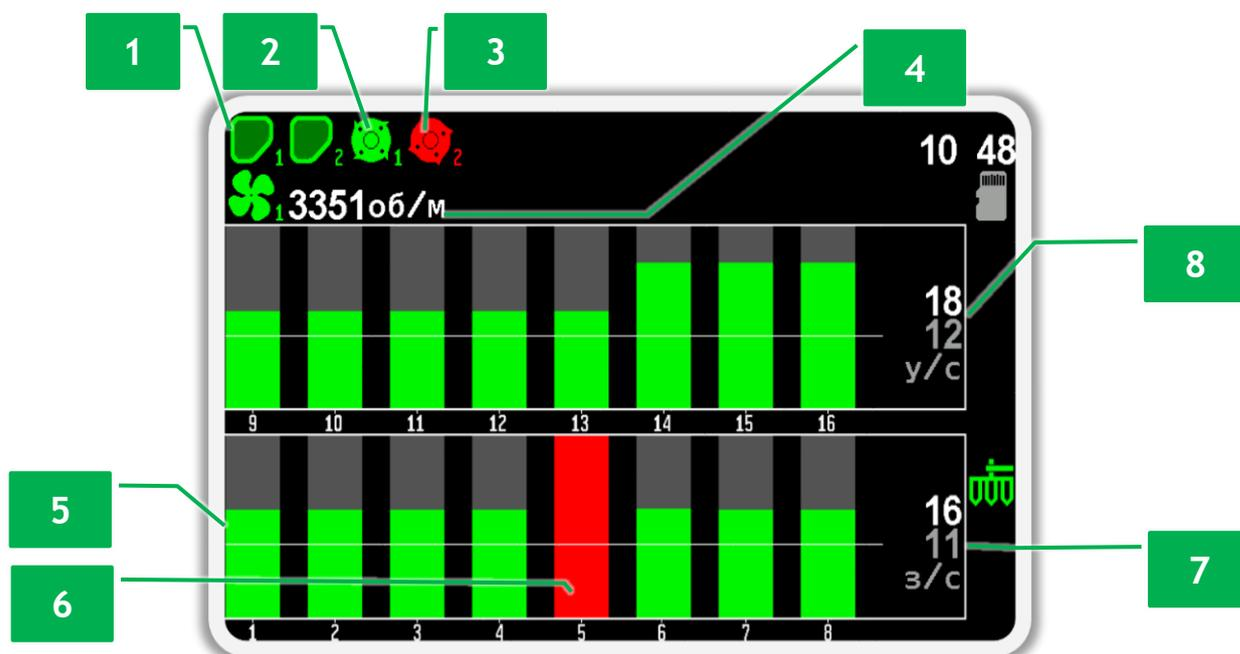

Рисунок 9 Пример отображения главного экрана во время работы.
- скорость вращения вентилятора должна быть в пределах допустимого диапазона (см. Рисунок 9 п.4);
- фактическую интенсивность внесения посевного материала относительно заданного аварийного уровня (см. Рисунок 9 п.7).
- фактическую интенсивность внесения сухих удобрений относительно заданного аварийного уровня (см. Рисунок 9 п.8).